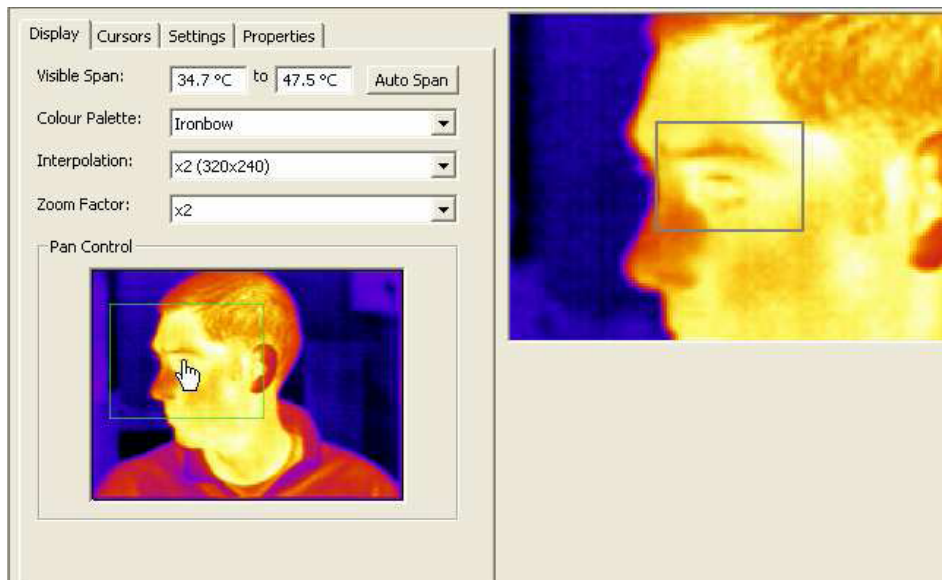
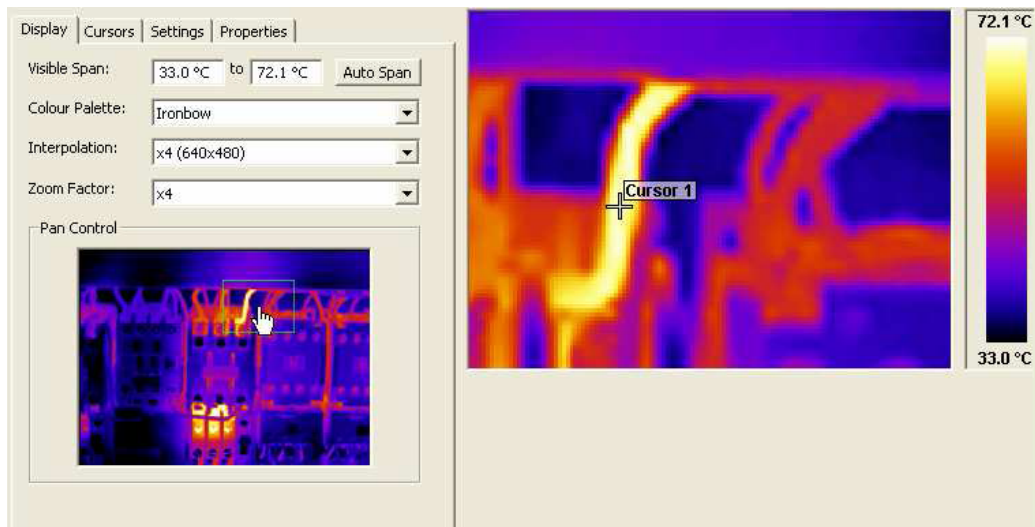

Bild 36: Områdesval
Bild 40: Display-fliken
- 6)  Områdesval – Döljer eller visar en rektangulär area i mitten av bilden. Maximala, minimala och medelvärdet av temperaturerna i denna area visas i mätmarkörlistan, vilket möjliggör mätning per area analys. Areans position kan flyttas med zoom & pan kontrollerna (se Bild 36). För mer information om zoom & pan kontrollerna se Bild 40.